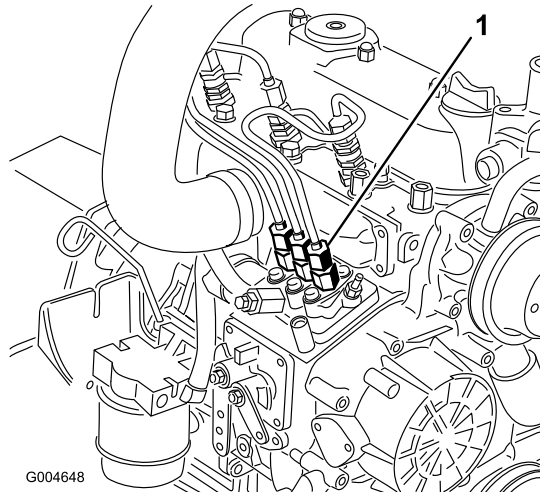

Bild 48
1. Legen Sie einen Lappen unter den Schlauchanschluss von der Einspritzpumpe zur 1. Einspritzdüse, siehe Bild 48.